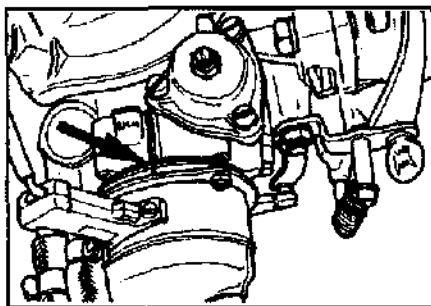

Рис.5 Установка корпуса пуска.
- б) Также проверить, что регулировочный винт плунжера демпфера дроссельной заслонки не находится в контакте с рычагом самой заслонки (Рис.5). Если необходима регулировка, то ее проводят с помощью регулировочной гайки (С) до необходимого зазора.
- а) Убедиться в том, что метки на корпусе карбюратора и на пусковом устройстве совпадают (Рис.5).